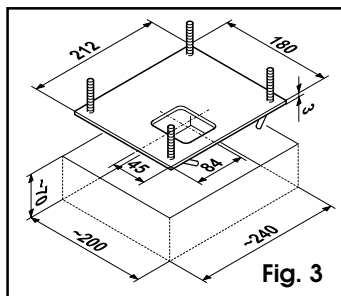
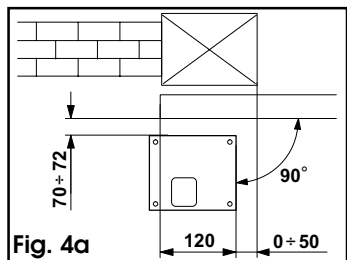
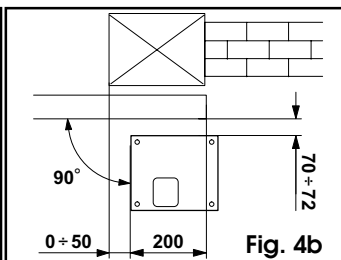

Fig. 3
Fig. 4a
Fig. 4b
- 1) Graaf de ruimte voor de funderingsplaat, zoals op fig. 3. De funderingsplaat moet worden geplaatst zoals op fig. 4a (sluiting naar rechts) of fig. 4b (sluiting naar links) om te verzekeren dat pignen en tandheugel goed in elkaar grijpen.
- 2) Plaats de buigzame leidingen die nodig zijn om de verbindingkabels tussen de motorvertraging, de accessoires en de elektrische voeding door te voeren. De buigzame leidingen moeten ongeveer 3 cm uit het gat in de plaat steken (fig. 3).